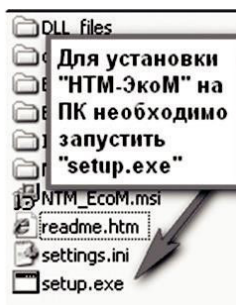

Рисунок 5
8.2.4.2. Запустить файл setup.exe, записанный на CD (рисунок 5) и следовать дальнейшим инструкциям на экране ПК (нажимать кнопку 'Далее').